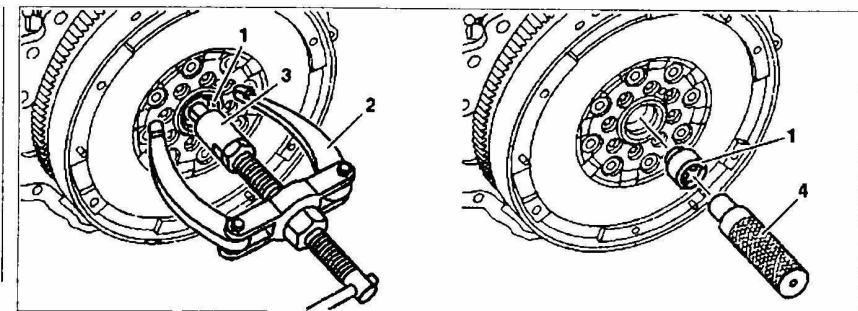

Рис. 14. Снятие и установка направляющего подшипника в маховике:
3. Установите внутренний съемник **3** и опору **2** и извлеките подшипник **1** (рис. 14).